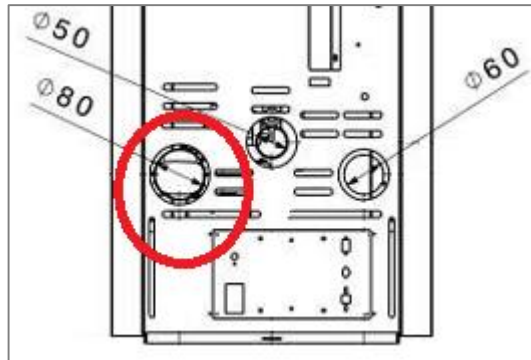

Figura 3
3. Se dispondrá un registro en la parte inferior del conducto de evacuación que permita la eliminación de residuos sólidos y líquidos. Este registro viene normalmente incorporado a la T que se acoplará inmediatamente en la boca de salida de la estufa (vea figura 3).